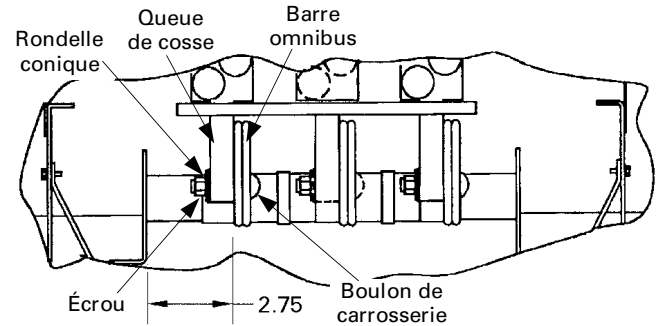

Figure 2. Position de la queue de cosse relative aux barres omnibus d'un intérieur à boulonnage Spectra APNB.
- Repérer la position de montage.** S'il s'agit d'intérieurs à boulonnage de style Spectra APNB, repérer le côté de l'intérieur du panneau pour lequel la dimension de la face de barre omnibus à la face intérieure du rail de support de barre omnibus est de 2.75 pouces, tel qu'illustré à la Figure 2. Les queues de cosses seront montées sur ce côté de chaque phase de la barre omnibus.
4. Attacher les cosses à la barre omnibus. Attacher les queues de cosse à la barre omnibus en utilisant un boulon de carrosserie, une rondelle plate, une rondelle Belleville et un écrou en vous assurant que le boulon de carrosserie passe au travers de la barre omnibus en premier, tel qu'illustré aux Figures 2 et 3. Serrer ces connexions boulonnées à 200–250 lb.-po.